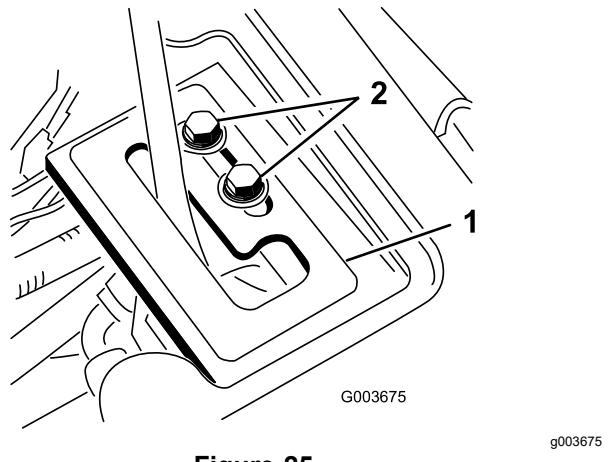

Figure 25
1. Insérez la plaque de guidage sur le levier de levage et fixez-la légèrement au cadre avec 2 vis à embase et rondelles (Figure 25).
7. Lorsque le moteur tourne et le levier de commande est en position **Flottement**, faites glisser la plaque de guidage jusqu'à ce qu'il soit possible de déployer et de rétracter le vérin de levage à la main (Figure 25).
8. Serrez les vis de fixation de la plaque de guidage du levier de commande pour bloquer le réglage (Figure 25).